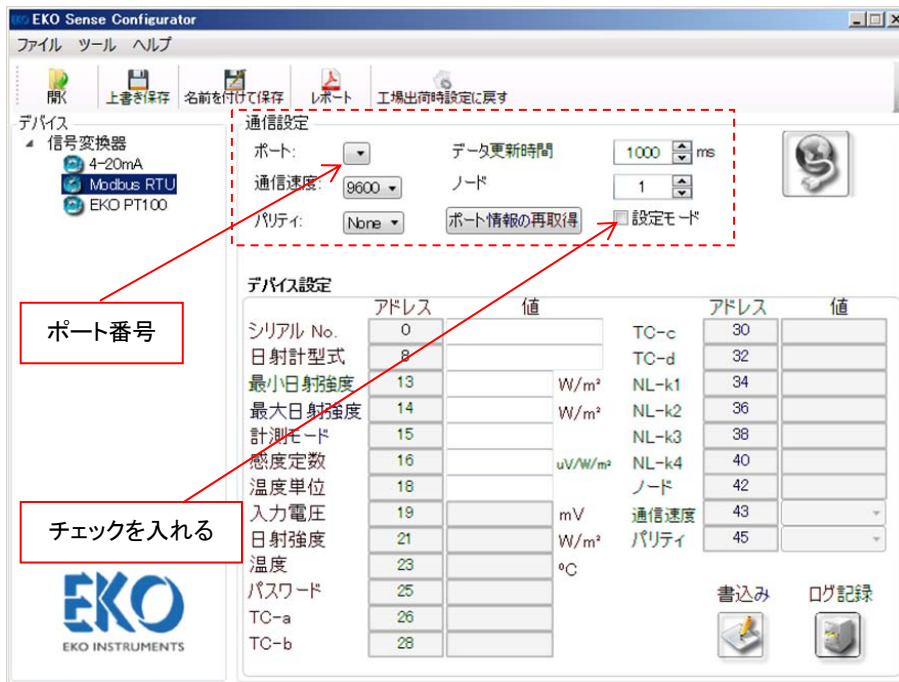

図 6-9. 設定画面(通信設定)
3) 「Modbus RTU」を選択すると図 6-9 のような画面が表示されます。